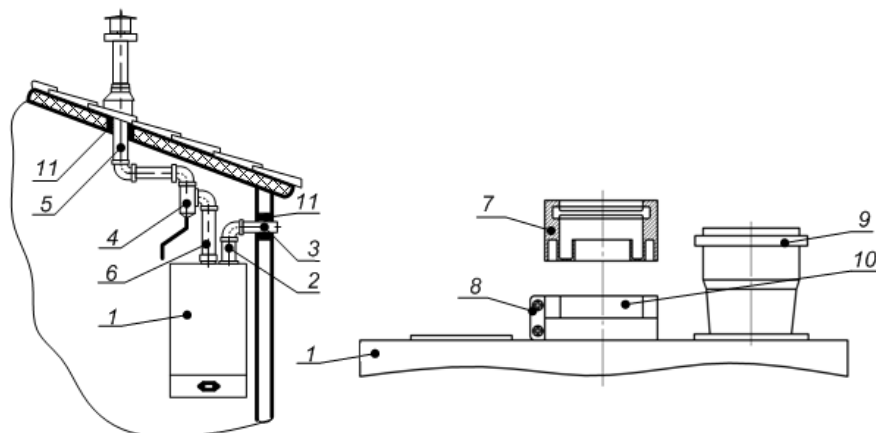

Рис. 6. Монтаж отдельных труб дымоотвода и воздуховода при помощи переходного комплекта
- ✓ в случае возможного образования в дымоотводящей трубе конденсата, перед котлом необходимо устанавливать конденсатосборник 4 (см. Рис. 6);
Переходной комплект состоит из деталей 7, 8, 9 (см. Рис. 6). Переходник дымоотвода 7 устанавливается на центральное отверстие в верхней плоскости котла и фиксируется зажимом 8.
- 7) монтаж трубы забора воздуха и дымоотводящей трубы производить согласно Рис. 6 (см. п. 9.2.1, стр. 13).